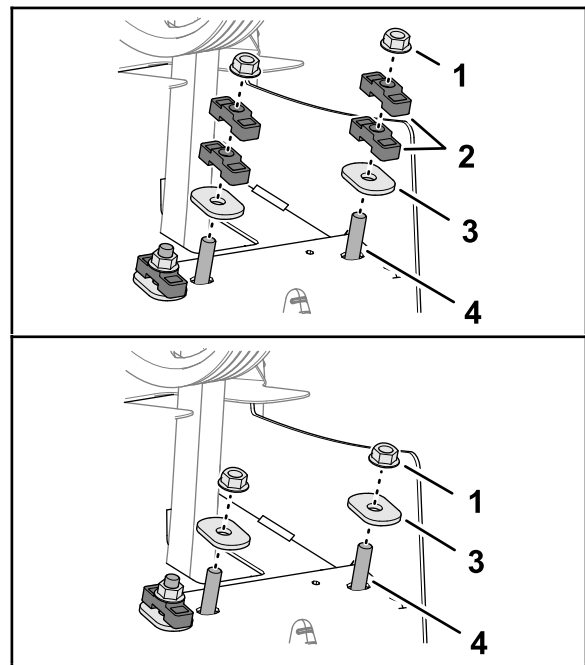

Рисунок 134
6. Закрепите вал демпфера и проставки на задней раме с помощью закаленных овальных шайб и контргайек (Рисунок 134).